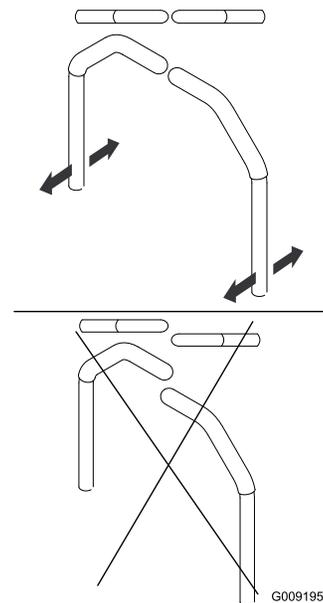

Рисунок 99
4. Отрегулируйте продольное положение рычагов, установив их вместе в НЕЙТРАЛЬНОЕ положение и сдвинув так, чтобы они совпали, затем затяните болты (Рисунок 99).